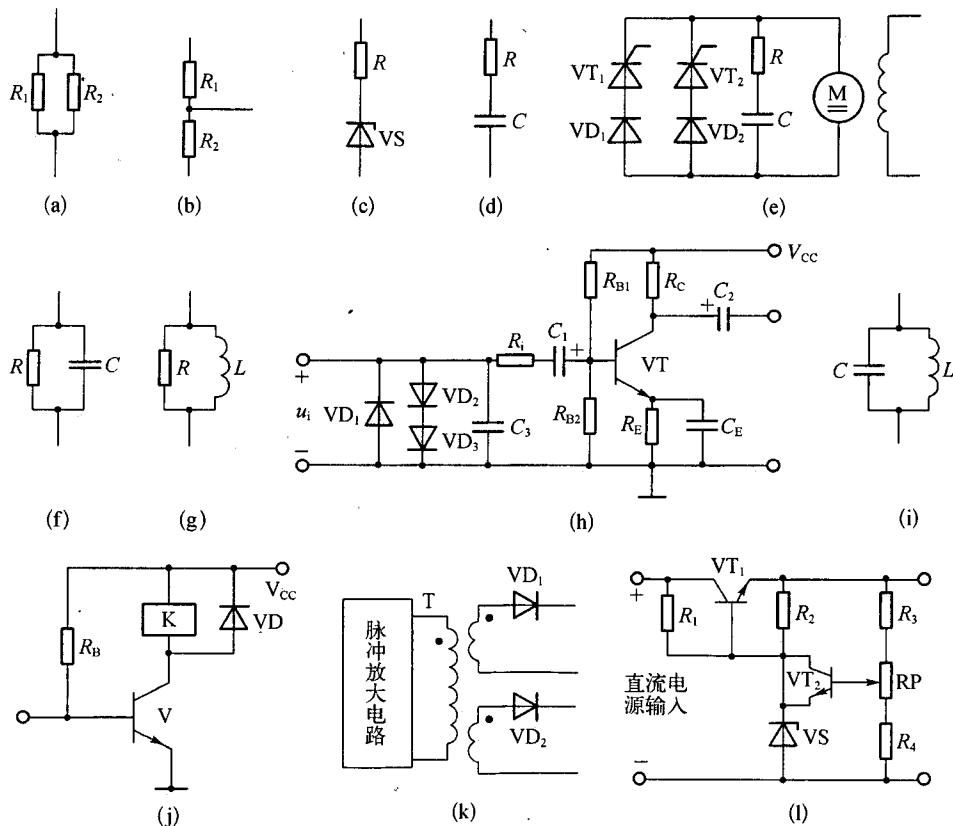

图 1-8 各分立元件在电子电路中的作用
(1) 电阻 电阻在电路中主要起限流、分压、产生电压降等作用。
① 电阻与电阻在电路中并联连接一般是为了增大电阻的功率,如图 1-8(a)所示。
② 电阻与电阻串联连接并从中引出抽头,一般情况下是为了得到电阻上的分压,如图 1-8(b)所示。
③ 电阻与稳压二极管串联连接,为稳压二极管的限流电阻,如图 1-8(c)所示。
④ 电阻与电容串联连接组成微分电路。在这里电阻为电容器的充电限流电阻,充电常数由 RC 的乘积决定,如图 1-8(d)所示。而微分电路如果与二极管或单向晶闸管等晶体管器件并联连接,且电路中有电感性负载,则微分电路在电路中起阻容吸收的作用,即吸收电感器由于在开机、关机一瞬间产生较高的感应电动势,保护晶体管器件不因太高的感应电动势而击穿损坏,如图 1-8(e)所示。
⑤ 电阻与电容器并联连接,一般情况下为电容器的放电电阻,放电常数也由 RC 决定,如图 1-8(f)所示。
⑥ 电阻与电感并联连接,电阻为电感的放电电阻,如图 1-8(g)所示。
⑦ 在放大电路中,电阻与晶体管基极相连,一般情况下为晶体管基极偏置电阻;与集电极串接则为集电极负载电阻;与发射极串接则为发射极电阻,
如图 1-8(h)所示。在图 1-8(h)中,电阻 R_{B1} 、 R_{B2} 为晶体管基极偏置电阻;电阻 R_C 为集电极负载电阻;电阻 R_E 为发射极电阻。
(2) 电容器 电容器在电路中的主要作用是储能、滤波等。它的特点是通交流、隔直流。
① 电容器与电感并联连接组成谐振电路(LC 振荡电路),如图 1-8(i)所示。
② 电容器与晶体管放大电路的输入、输出端连接,电容器起输入、输出耦合作用,如图 1-8(h)。在图 1-8(h)中,电容器 C_1 为输入耦合电容器;电容器 C_2 为输出耦合电容器。
③ 电容器与晶体管的发射极串接,一般情况下起交流旁路的作用,如图 1-8(h)所示。在图 1-8(h)中,电容器 C_E 为交流旁路电容器。
④ 在放大电路的输入端,电容与输入信号并接,一般起抗干扰信号的作用,如图 1-8(h)所示。在图 1-8(h)中,电容器 C_3 为输入端抗干扰电容器。
(3) 电感器 电感器在电路中的作用为滤波、储能。电感器的主要特点是通直流、隔交流。
(4) 二极管 二极管在电路中的主要作用为整流。
① 与电感线圈并联连接,起到续流的作用,以防止电感器在断电时,电感器中的反向自感电动势对电路中的晶体管器件造成危害,如图 1-8(j)所示。
② 与放大电路的输入信号并联接入晶体管的基极端,起到输入电路的限幅和钳位的作用,如图 1-8(h)所示。在图 1-8(h)中,二极管 VD_1 为反向限幅二极管;二极管 VD_2 、 VD_3 为正向限幅二极管。
③ 接在脉冲变压器的二次侧,起到止逆流的作用,如图 1-8(k)所示。在图 1-8(k)中,二极管 VD_1 、 VD_2 为止逆流二极管。它的作用是防止触发脉冲信号从峰值下降时,防止感生的反极性电动势作用在单向晶闸管的门极上,引起晶闸管误触发。
(5) 晶体管 晶体管在电路中的主要作用为放大信号。
① 晶体管在电路中可构成各种放大电路。例如:共发射极电路、共集电极电路、共基极电路等。
② 晶体管在电路中可起到非线性电阻的作用。例如:在恒流电路和串联型直流稳压电源中等。图 1-8(l)中晶体管 VT_1 在电路中为调整管,通过调整电位器 RP 的值,可改变晶体管 VT_1 基极的电位,从而改变晶体管 VT_1 集电极 C 与发射极 E 的压降,起到非线性电阻的作用。
(6) 场效应晶体管 场效应晶体管在电路中的作用与晶体管相同,即放大作用和非线性电阻的作用。除此之外,场效应晶体管还有一个显著的特点就是输入电阻高。
(7) 变压器 变压器在电路中的主要作用是能量的转换。它的具体作用是作为电路的电源变压器、放大电路级间信号耦合、脉冲变压器及阻抗匹配
等作用,如图 1-8(k)所示。